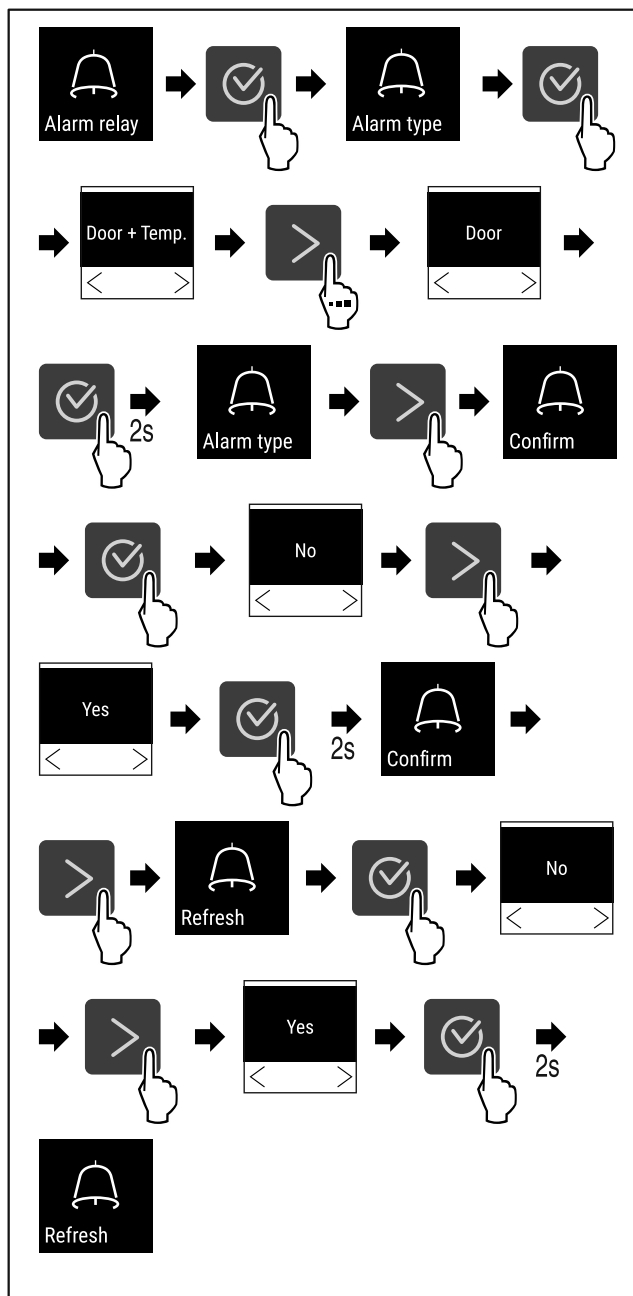

Fig. 122
- ▶ Hajtsa végre a művelet lépéseit (lásd Fig. 122) .